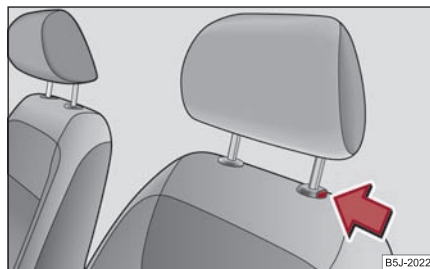

Fig. 62 Scoaterea tetierei
- Dacă doriți să împingeți tetiera în jos, trebuie să apăsați tasta de siguranță ⇒ fig. 62 și cu cealaltă mână să apăsați tetiera în jos. ►
- Apăsați tasta de siguranță în sensul săgeții ⇒ pagina 66, fig. 62 și scoateți tetiera.